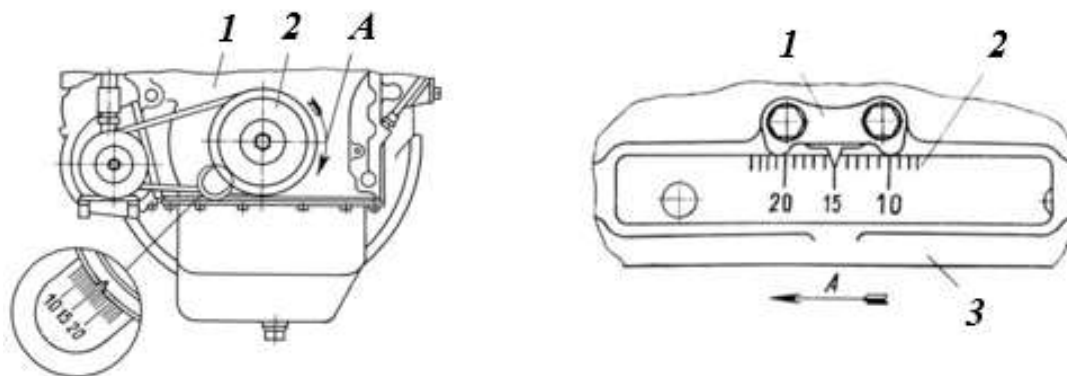

Рисунок 5.13. Установка угла (совмещение рисков
- Вращать коленчатый вал двигателя по часовой стрелке до совмещения меток на шкиве коленчатого вала и крышке шестерен распределения или на маховике с указателем, соответствующих установочному углу опережения впрыска топлива: риска на шкиве коленчатого вала должна находиться против риски, соответствующей установочному углу 15° на крышке шестерен распределения или риска «15» на маховике должна совпадать с указателем картера маховика (рис. 5.13).